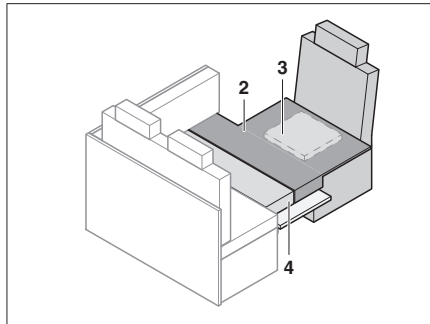

Bild 191 Nach dem Umbau
- Zusatzpolster wie in Bild 191 gezeigt auflegen.